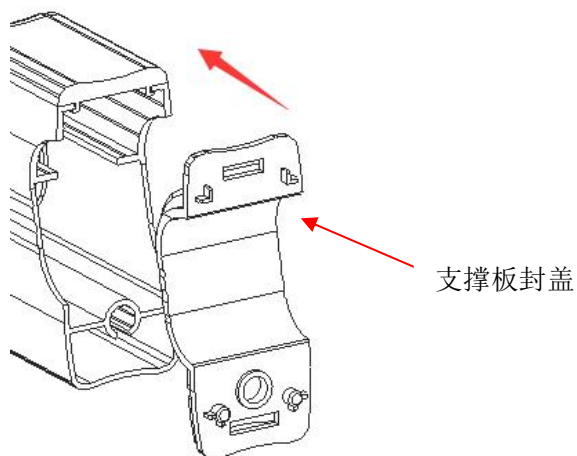

图 13
- a. 安装衣杆前确保支撑板封盖已套进支撑板两端。如图 13 所示。